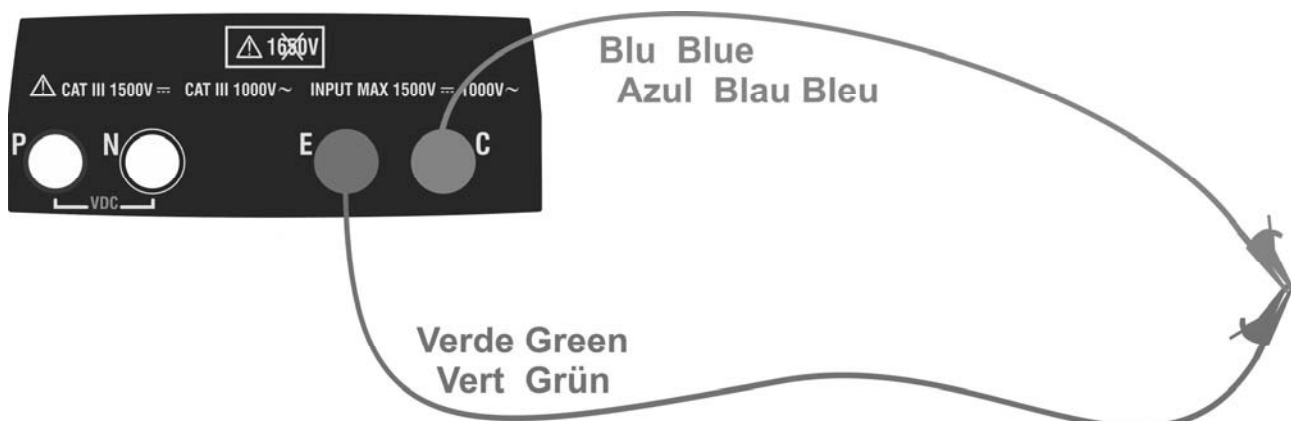

Abb. 4: Kompensation des Widerstands der Messkabel
3. Verbinden Sie die Messkabel, wie in der Abb. 4 gezeigt.